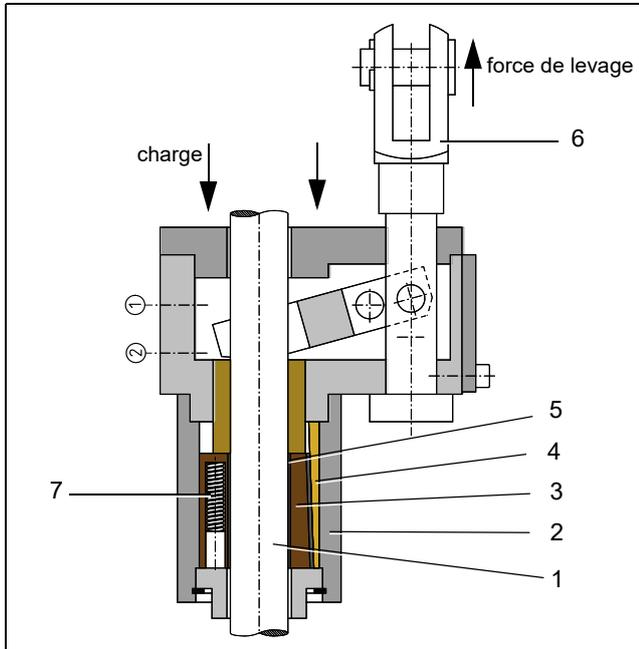

Fig. 2: Structure du dispositif antichute PARA série KRM (serrage inactif)
La tige de piston ou la tige de serrage (1), Fig. 2 traverse un boîtier (2), Fig. 2 dans lequel se trouvent disposés plusieurs segments coniques ou cales dits « mâchoires d'arrêt » (3), Fig. 2. Celles-ci sont elles-mêmes composées d'une garniture de glissement (4), Fig. 2 et d'une garniture de freinage (5), Fig. 2. La traction du moyen de levage accouplé à l'axe de levage (6), Fig. 2 maintient, au travers d'un renvoi, les mâchoires en position « ouverte ». Dès lors, la tige peut se déplacer librement, les ressorts (7), Fig. 2 étant comprimés.